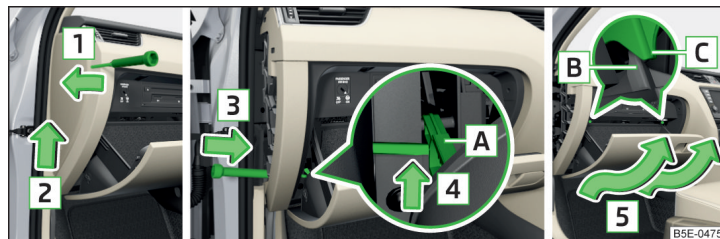

Fig. 352 Compartimento guardaobjetos en el lado del acompañante
- › Introduzca un destornillador debajo de la cubierta lateral » fig. 352.
- › Introducir el tope **B** del compartimento guardaobjetos detrás de los apoyos **C** » fig. 352.